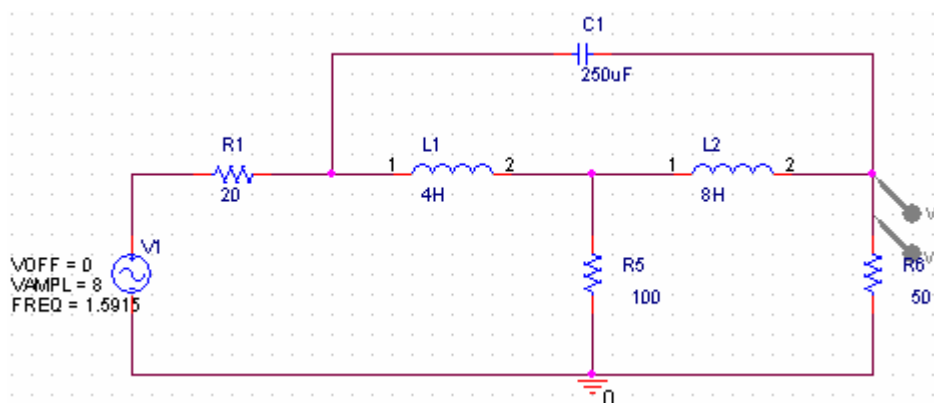

图 3.5 实验电路图
1、在 PSpice 设计窗口中输入电路图，这里的电压源选择 sin 电压源，并设置参数如下，我们将 $w=10$ 转化成 $f=10/2\pi=1.5915$ ，并选择电压幅度探针和电压相位探针放置在 R6 上方。如下图 3.5 所示：